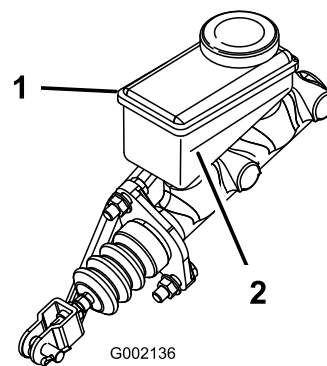

図 68
5. タンクの側面についているマークで、量を点検する 図 68。
- B. 最低ラインより上まで DOT 3 ブレーキ液を補給する 図 68。